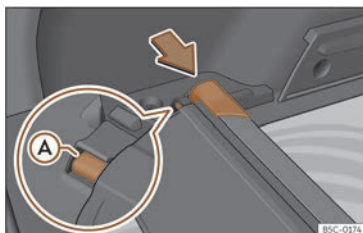

Fig. 188 En el maletero: alojamiento para guardar la bandeja enrollable.
- Presione el cabezal de la bandeja enrollable en el sentido de la flecha hasta encajarlo en el alojamiento previsto para tal uso >>> **fig. 188**. Asegúrese de que el patín **A** encaja en el alojamiento correspondiente.